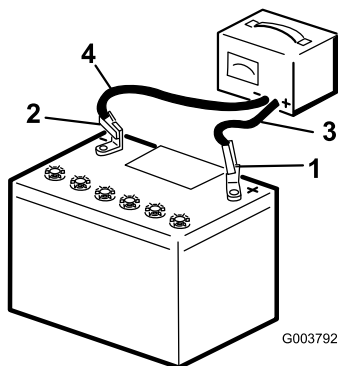

Figure 3
2. Connectez un chargeur à la batterie (Figure 3) et chargez la batterie au régime de à 6 à 10 ampères pendant une heure au minimum. Ne chargez pas la batterie excessivement.
les fils du chargeur des bornes de la batterie (Figure 3).